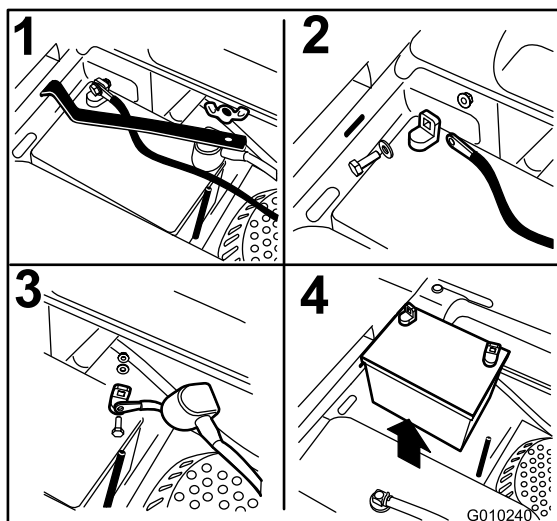

Figura 48
3. Retire la tuerca de orejeta que sujeta la abrazadera de la batería (Figura 48).
4. Primero desconecte el cable negativo (negro) del borne negativo (-) (negro) de la batería (Figura 48).
5. Retire la cubierta de goma roja del borne positivo (rojo) de la batería y retire el cable positivo (+) (rojo) (Figura 48).
6. Retire la abrazadera (Figura 48).
1. Coloque la batería en la bandeja, con los bornes frente al depósito de aceite hidráulico (Figura 48).
5. Fije los cables con 2 pernos, 2 arandelas, y 2 contratuercas (Figura 48).
6. Instale la abrazadera y sujétela con la tuerca de orejeta (Figura 48).